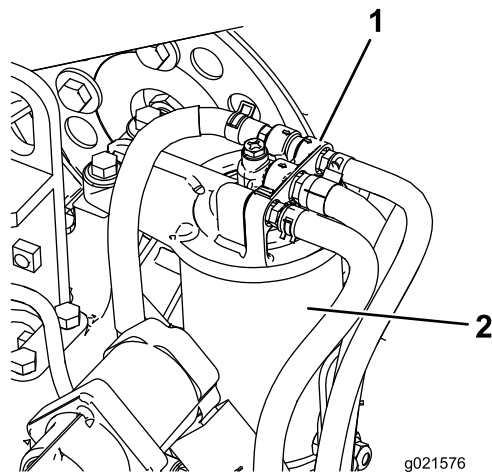

Figura 76
1. Pulite l'area circostante la testa del filtro del carburante (Figura 76).
2. Togliete il filtro e pulite la superficie di montaggio della testa del filtro (Figura 76).